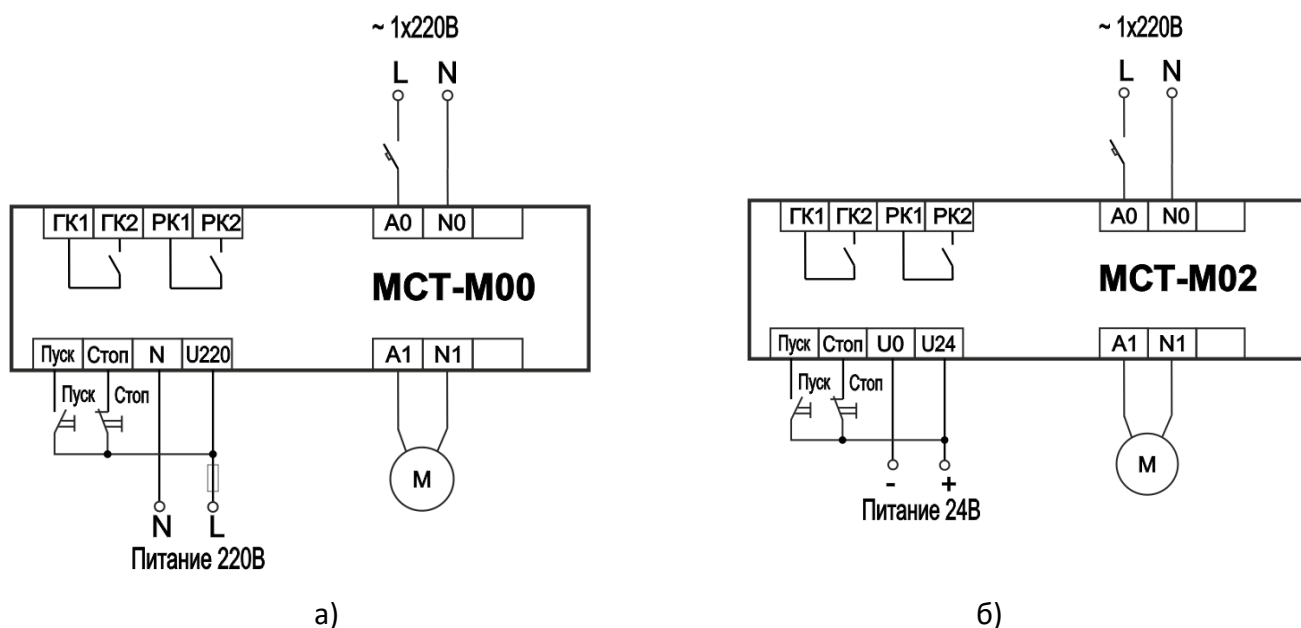

Рисунок 4 – Пример схемы подключения пускателя
1.6.6 Пример схемы подключения пускателя к электродвигателю приведен на рис. 4.